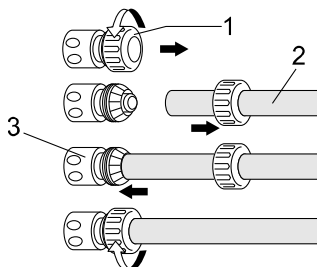

Рис. 8
1. Открутите разъем для крепления шланга (1), вставьте шланг для подачи воды(2), а затем заново закрутите разъем (1) для фиксации соединения. (Модель МВ-91150 не комплектуется разъемом для крепления шланга ) (Рис. 8)